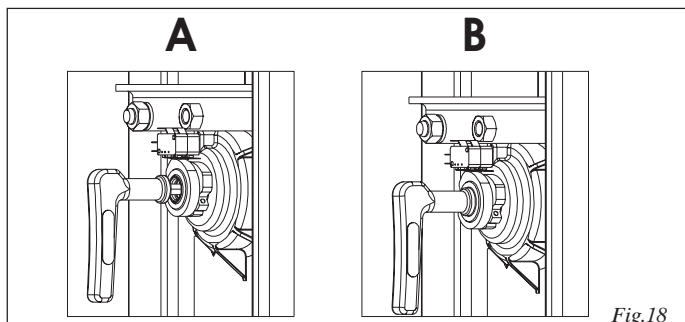

Fig.18
- inserire la chiave speciale che si trova dentro il montante nel foro di sblocco (fig.18 rif.A) e ruotare in senso orario di alcuni giri fino a battuta meccanica.
Attenzione: Sulla chiave di sblocco è presente un bordo circolare che si deve appoggiare all'albero (fig.18 rif.B), una volta raggiunta questa posizione non continuare a ruotare la chiave di sblocco per evitare di compromettere la funzionalità del sistema stesso.